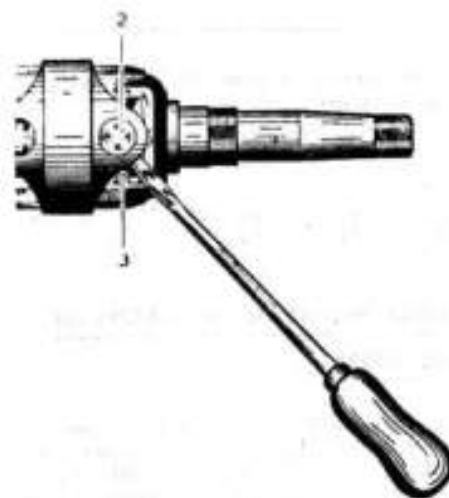

Fig. 21. — Dégagement du coussinet.
* Refouler vers l'extérieur, au moyen d'un outil recourbé, les quatre cuvettes (1) ce qui dégage les coussinets (2), sortir ceux-ci avec leurs aiguilles (fig. 21).